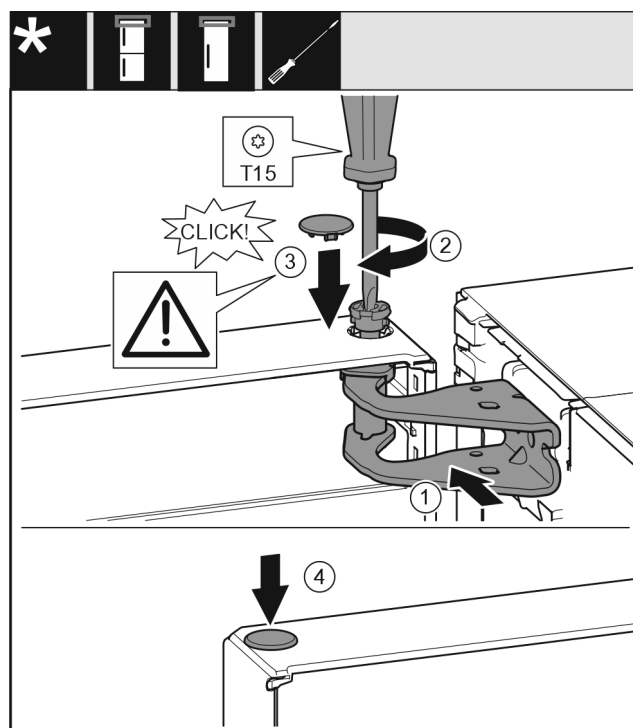

Fig. 21
- Aligner la porte en haut sur l'ouverture du support de palier Fig. 21 (1).
- Insérer l'axe Fig. 21 (2) et le serrer avec un tournevis.
- Installer le couvercle Fig. 21 (3).
- Vérifier que le couvercle Fig. 21 (3) repose bien sur la porte.
- Installer le couvercle Fig. 21 (4).